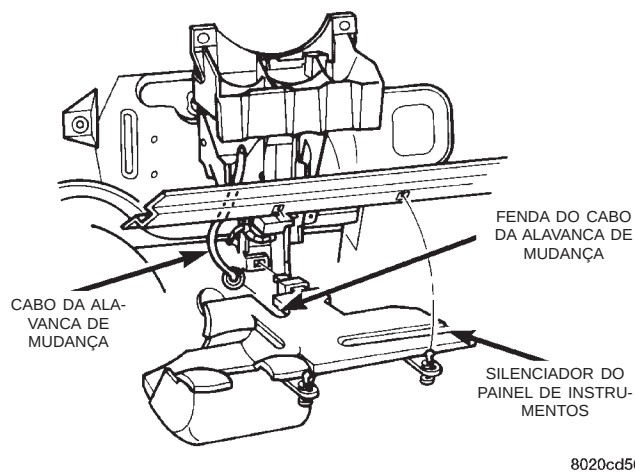

Fig. 9 Silenciador do Painel de Instrumentos
(3) Remova o silencioso debaixo do painel de instrumentos (Fig. 9). Consulte o Grupo 8E, “Painel de Instrumentos e Indicadores”, para obter mais informações.
(4) Na conexão da coluna de direção, remova o ilhó da conexão do cabo, do pino da alavanca de mudança.